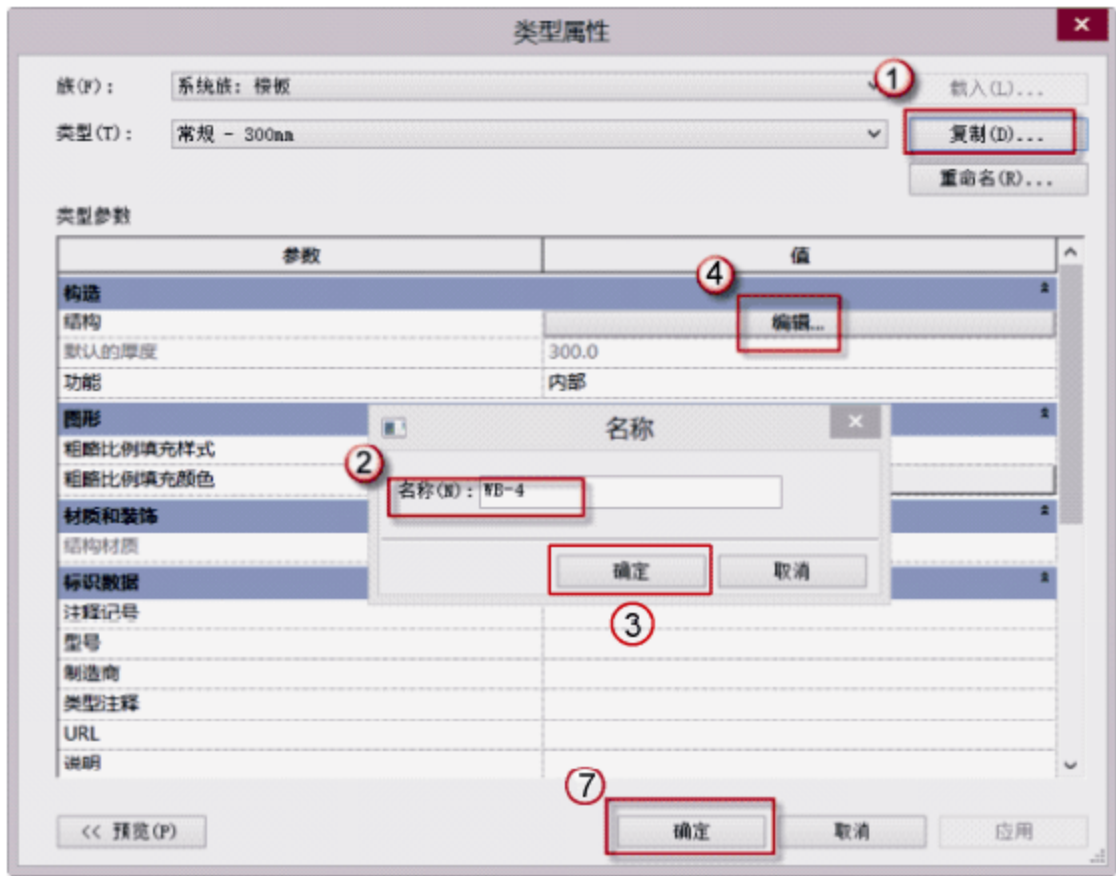
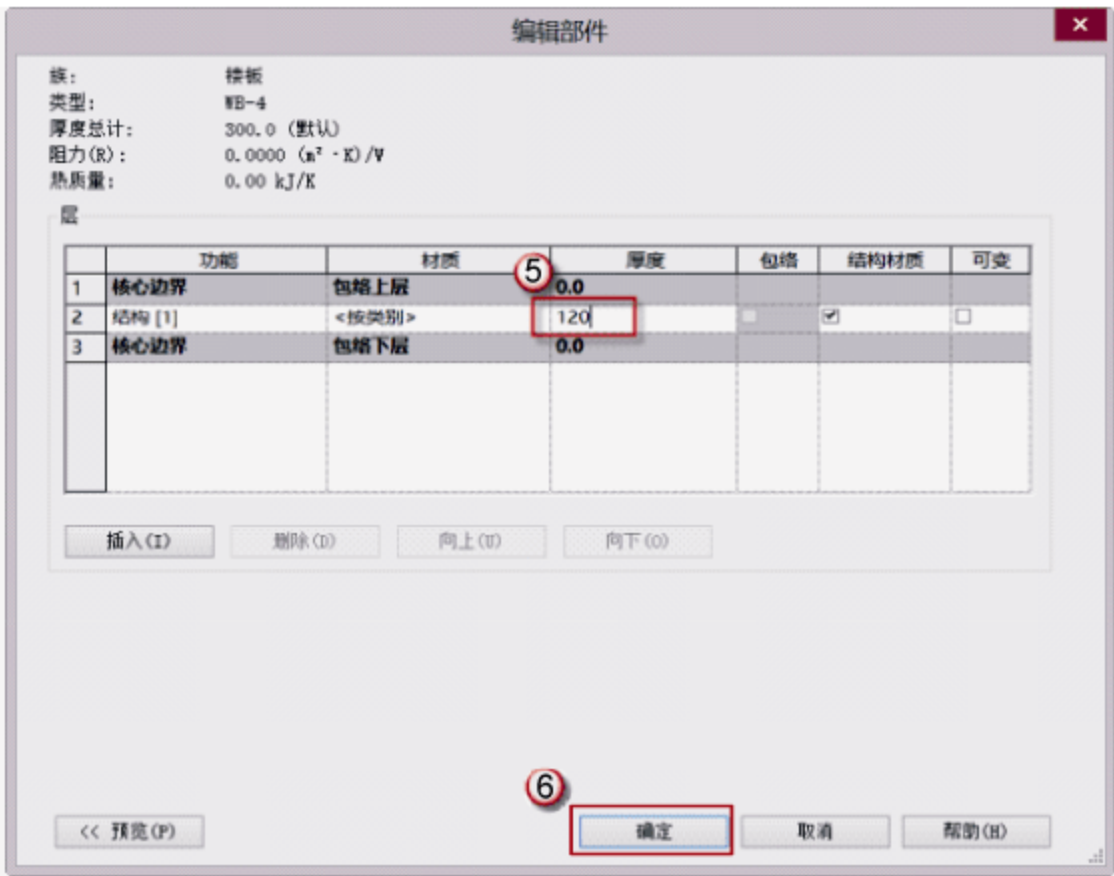

图 5.3.33 设置 WB-4
图 5.3.34 确定尺寸
(7) 设置雨蓬板。由配套资源的 DWG 文件可知，无梁雨蓬板的厚度为 120。选择“结构”→“楼板：结构”→“编辑类型”命令（或按快捷键 S+B，单击“属性”面板中的“编辑类型”）。在弹出的“类型属性”对话框中，单击“复制”按钮，在弹出的对话框中输入“WB-4”，单击“确定”按钮。在“尺寸标注”栏中输入 L-3 的长宽（b、h），单击“确定”按钮，如图 5.3.33 和图 5.3.34 所示。